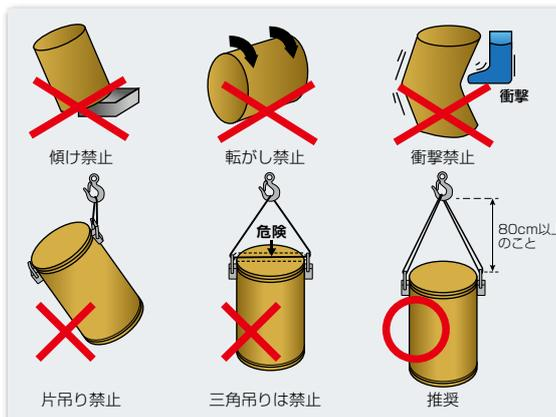

図1 パックの取り扱い方
2) ペールパックの取扱い (図1参照)
ペールパックの中には、溶接ワイヤが300kg前後収納されており、その上に溶接ワイヤが飛び出さないように押え板がセットされています。ペールパックの吊り方が悪いとペールパック本体が楕円に変形したり、乱暴に取扱い衝撃や損傷を与えると押え板が安定して落ちなくなり、溶接ワイヤの積層乱れが発生してトラブルの原因になります。図1のような吊り方や取扱いをされていないか、今一度ご確認ください。